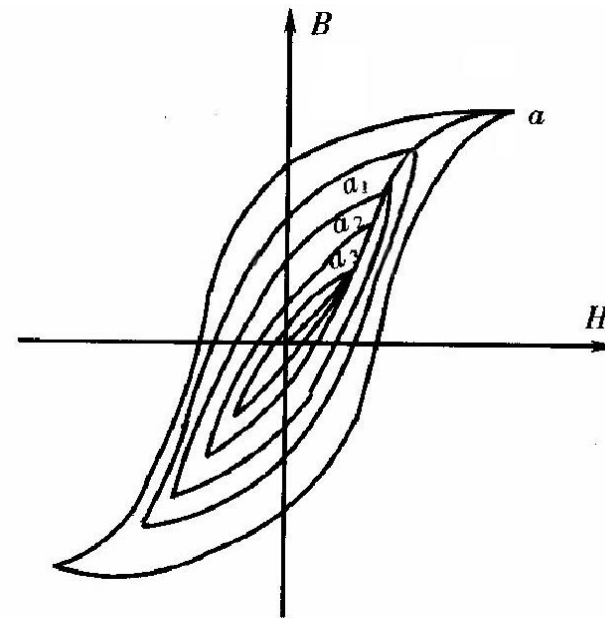

图3 基本磁化曲线 $aa_1a_2a_3$
- ⑤当从初始状态 $H=0$ ， $B=0$ 开始周期性地改变磁场强度的幅值时，在磁场由弱到强地单调增加过程中，可以得到面积由大到小的一簇磁滞回线，如图3所示。其中最大面积的磁滞回线称为极限磁滞回线。我们把图3中原点 O 和各个磁滞回线的顶点 a_1, a_2, \dots, a 所连成的曲线，称为铁磁性材料的基本磁化曲线。
- ⑥由于铁磁材料磁化过程的不可逆性及具有剩磁的特点，在测定磁化曲线和磁滞回线时，必须将铁磁材料预先退磁，以保证外加磁场 $H=0$ ， $B=0$ ；退磁方法：逐渐减少磁化电流，直到 B 和 H 都减小为零。